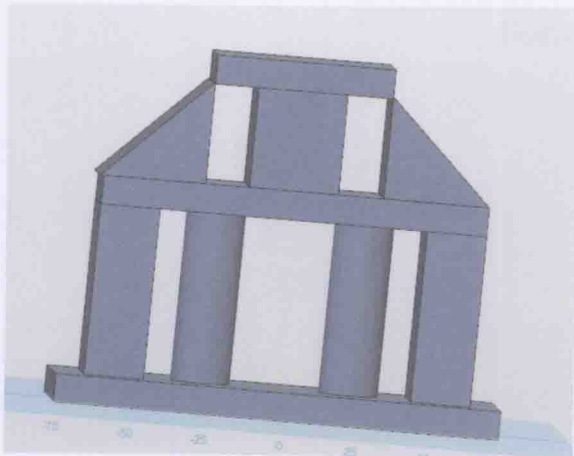

图 1-2-19
15. 确定之后，鼠标左键单击六面体，按住拖拽将六面体放在最中央的位置，效果如图 1-2-19 所示。